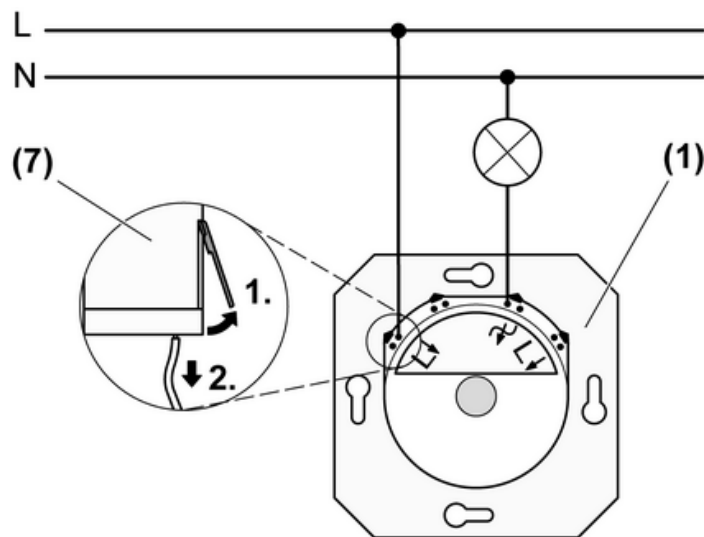

Figure 2: Schéma de raccordement
- (1) Variateur
- (7) Débrancher le câble de raccordement de la borne à fiche
- Raccorder le variateur conformément au schéma de raccordement (figure 2).